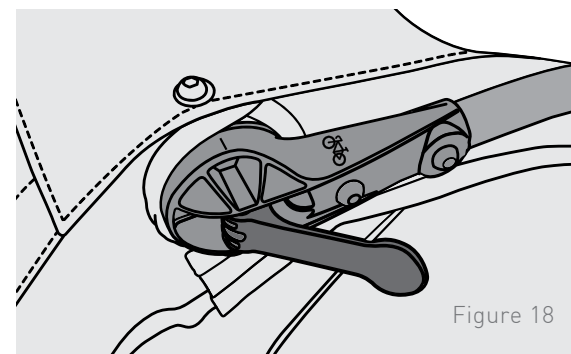

Figure 18
1. **Mode remorquage** : Tournez toujours l'arceau de sécurité vers l'avant lorsque la remorque est en mode remorquage (Figure 17A). L'arceau de sécurité doit être horizontal et parallèle au sol, de sorte que la marque sur le guidon soit alignée avec le boulon qui attache le couvercle (Figure 18).
2. **Mode promenade** : l'arceau de sécurité peut être tourné pour servir de guidon lorsque la remorque est en mode promenade (Figure 17B). Tirez le levier pour tourner (Figure 18).